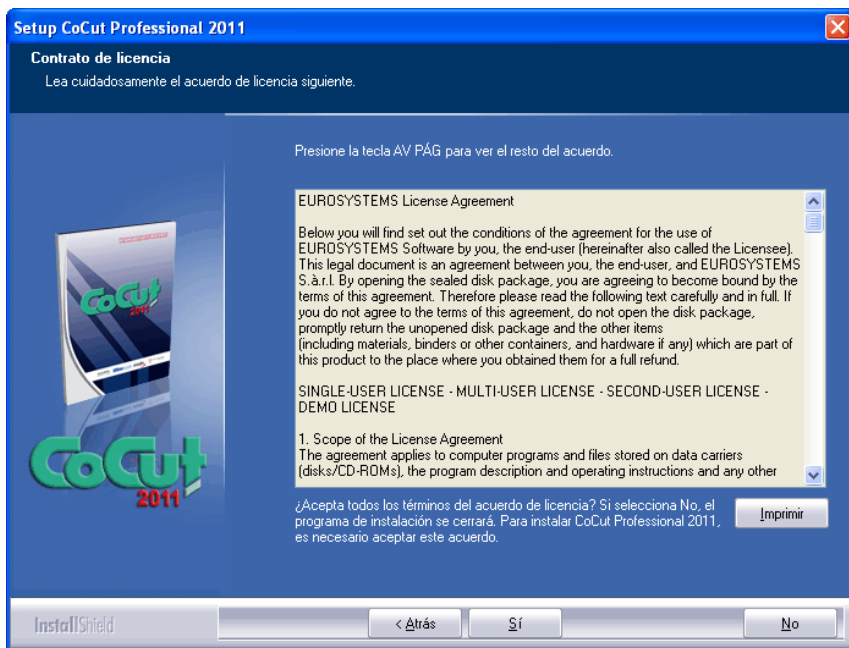

Fig. 1.1-2: Contrato de licencia de Software EUROSYSTEMS
Poner el disco compacto (CD) en la correspondiente unidad de disco. Después de poco tiempo aparecerá una ventana con el título **EUROSYSTEMS Setup**. Seleccionar CoCut Starter 2017 del campo **Producto**. Arrancar la instalación a través del botón **Instalar**. Al confirmar las condiciones del contrato de licencia de EUROSYSTEMS (véase Fig. 1.1-2) se arrancará la instalación.